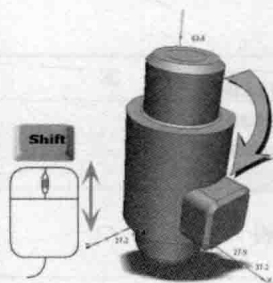

图 2-10 旋转模型
- 1) 若要旋转，可按住〈Shift〉键和鼠标中键，同时移动鼠标，如图2-10所示。